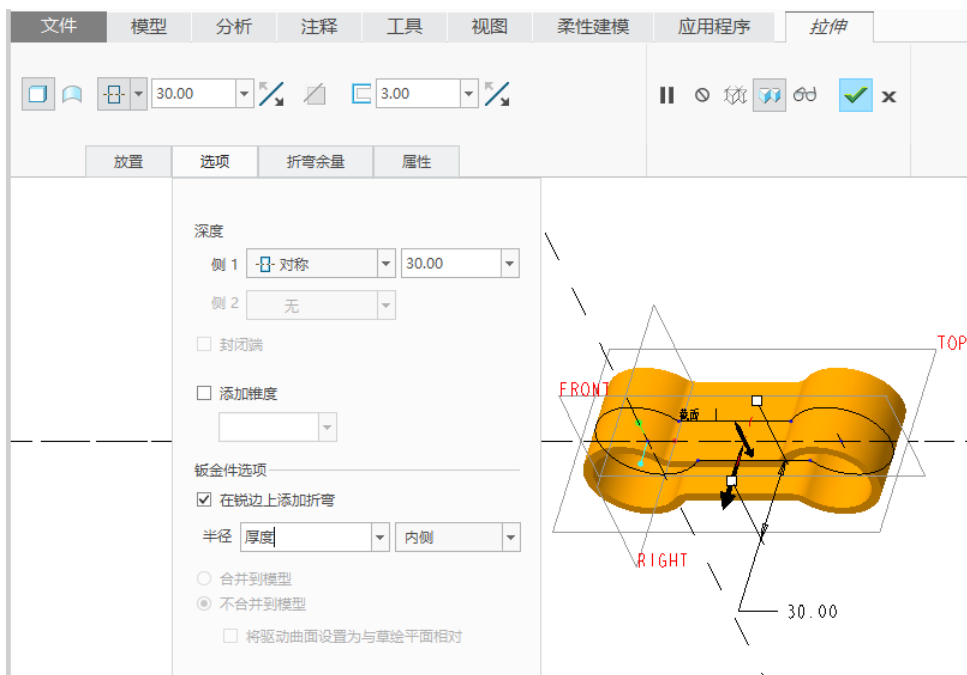

图 5-191 在“选项”面板中设置钣金件选项
(4) 在“拉伸”选项卡上，从深度选项列表框中选择“（对称）”选项，接着拉伸深度值为“30”，并输入壁的厚度值为“3”。
(5) 在“拉伸”选项卡中打开“选项”面板，接着从“钣金件选项”选项组中勾选“在锐边上添加折弯”复选框，并在“半径”下拉列表框中选择“厚度”选项，设置标注折弯的方式选项为“内侧”，如图 5-191 所示。